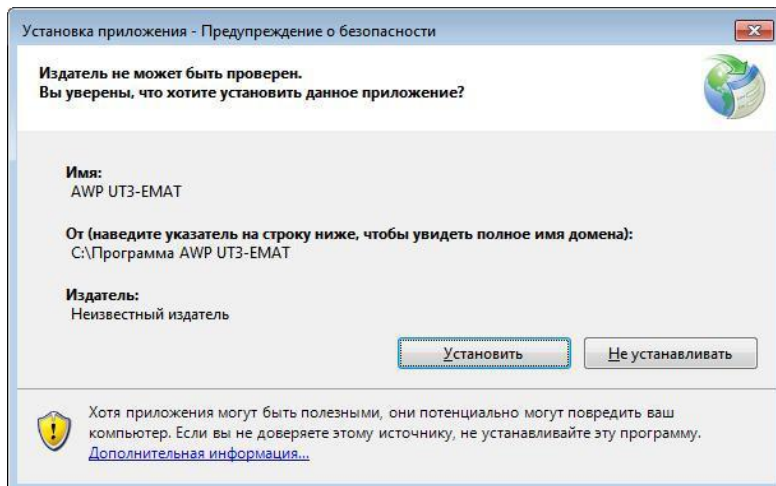

Рисунок 2.20 – Установка AWP UT3-EMAT
5. Установить программу для работы с прибором, для этого необходимо запустить файл установки программы (setup.exe) из папки «AWP UT3-EMAT» и нажать кнопку «УСТАНОВИТЬ» (рис. 2.20).